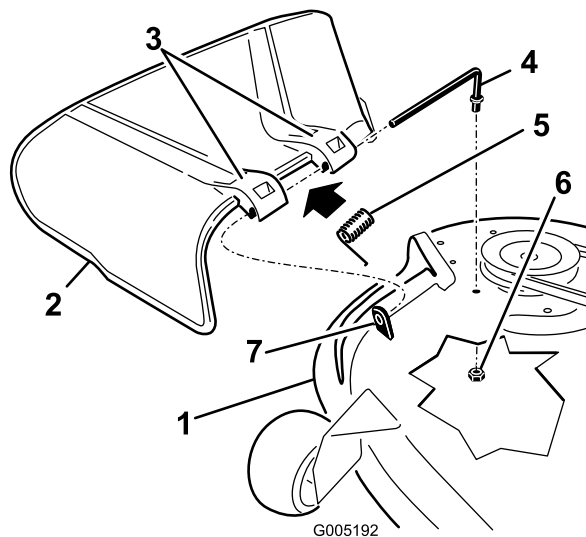

Figura 72
- Remova a porca ($\frac{3}{8}$ pol.) da barra debaixo do cortador (Figura 72).
- Deslize a barra para fora da parte saliente curta, da mola e do defletor de relva (Figura 72).
- Substitua o defletor de relva (Figura 72).
- Faça deslizar a barra pelo segundo suporte do defletor de relva (Figura 72).
- Fixe a extremidade traseira da barra ao cortador com uma porca ($\frac{3}{8}$ pol.), como se mostra na Figura 72.